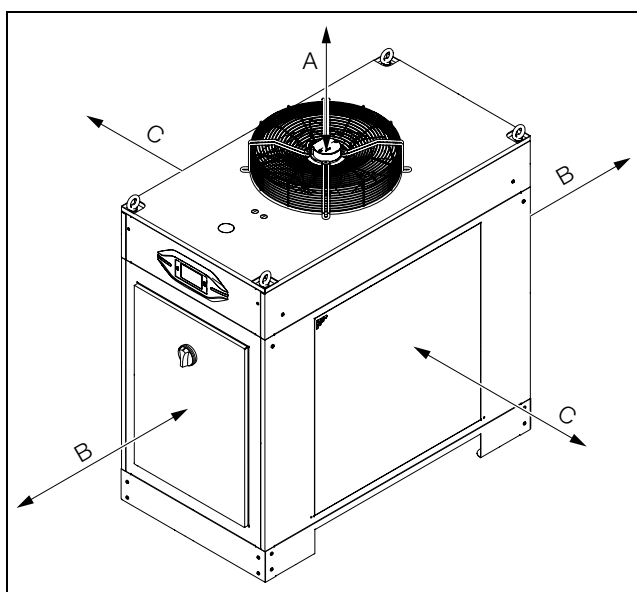

Fig. 16: Distanze minime
- L'apertura nella parte superiore del chiller deve rimanere sempre accessibile per consentire all'aria calda di scarico di fuoriuscire senza ostacoli (vedere fig. 16). Per agevolare il collegamento delle linee di alimentazione nonché la manutenzione e la riparazione, occorre attenersi inoltre alle distanze minime indicate nella figura 16.